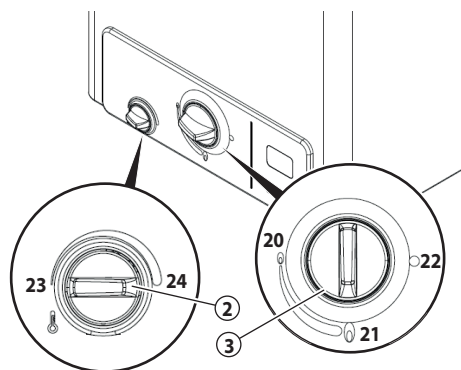

Figura 2.1
- Ruotare la manopola 3 (Figura 2.1) nella posizione 20 (funzionamento al minimo) o 21 (funzionamento al massimo) (Figura 2.1) e premerla leggermente.
Gli apparecchi sono costruiti per funzionamento con pressione normale di acqua; inoltre sono provvisti di un selettore di temperatura 2 (Figura 2.1).
Con il selettore di temperatura ruotato completamente a sinistra (la temperatura dell'acqua calda diminuisce) (23 in Figura 2.1), si ottiene la massima erogazione d'acqua calda. Con lo stesso girato completamente a destra (la temperatura dell'acqua calda aumenta) si ottiene la minima erogazione d'acqua calda.